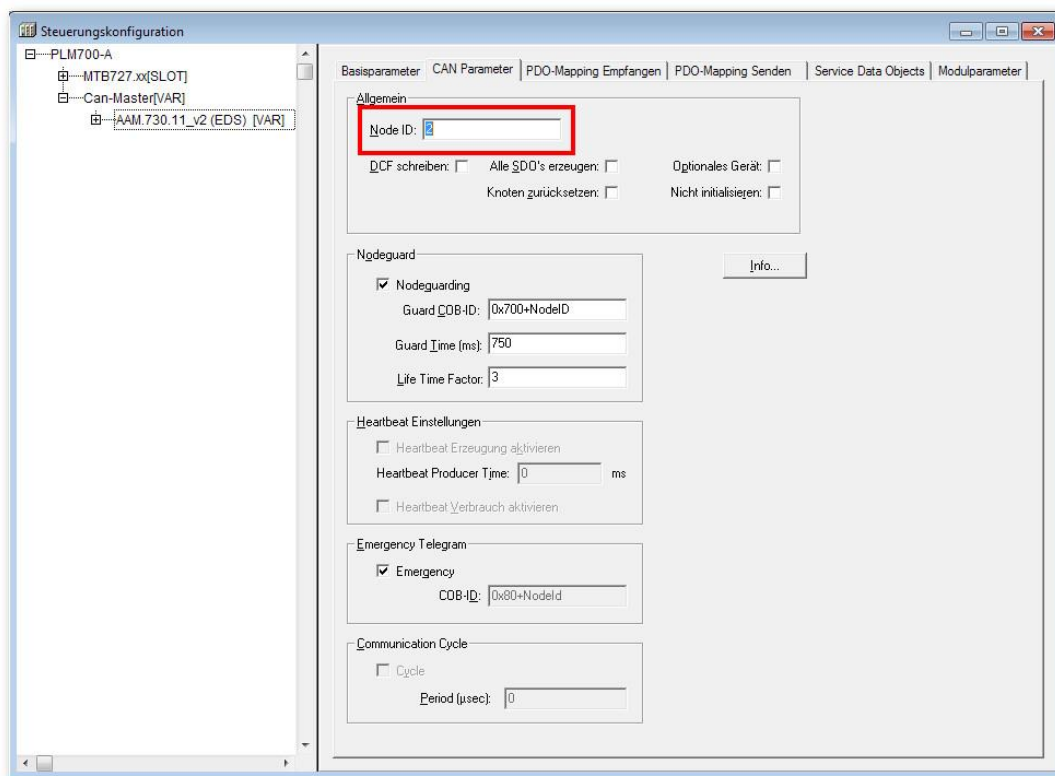

Abb. 7-6: Einstellen der Node-ID eines CAN-Slaves
- Wählen Sie den Reiter *CAN Parameter* und tragen Sie in das Feld *Node ID* die Node-ID des Moduls (2...127) ein (Abb. 7-6). Der Wert muss mit der am Modul eingestellten Node-ID übereinstimmen.